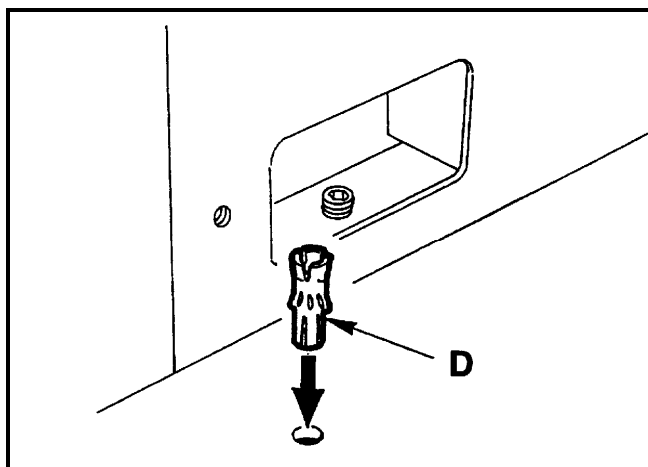

Fig. 05-03
- Forare ed inserire i due "tappi STOP" "D" - **Fig. 05-03**